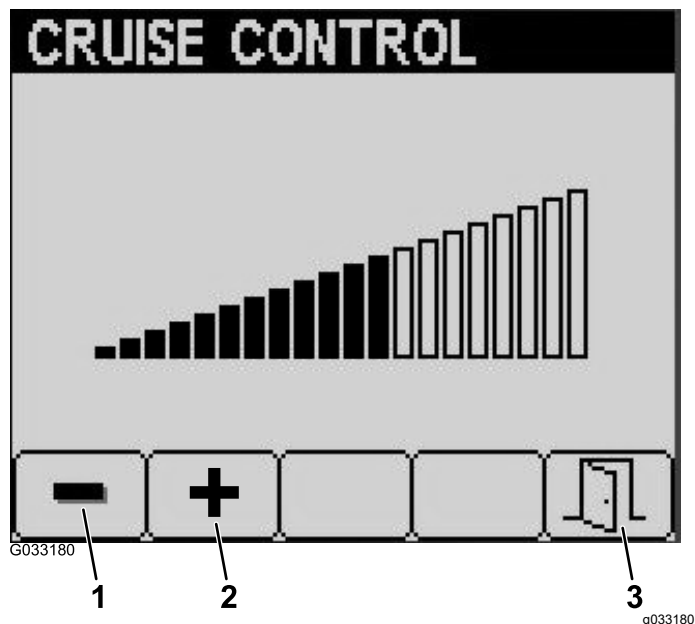

Figura 21
4. A partir do ecrã de velocidade de cruzeiro, prima o botão 1 para diminuir a velocidade de cruzeiro ou o botão 2 para aumentar a velocidade de cruzeiro (Figura 21).
5. Quando tiver definido a velocidade de cruzeiro pretendida, prima o botão 5 para sair (Figura 21).